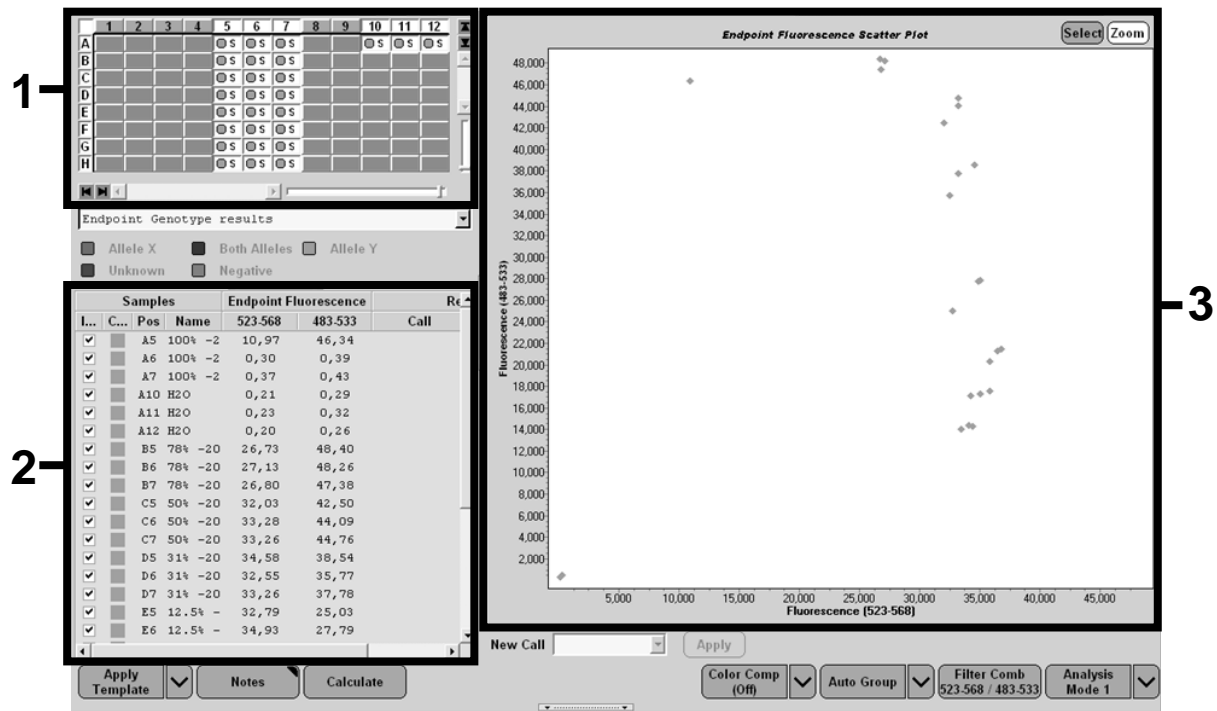

Ilustración 25. Resumen de los datos.
16. La siguiente ventana (ilustración 25) muestra la configuración de la placa (1, parte superior izquierda), los resultados de fluorescencia de cada muestra (2, parte inferior izquierda) y el diagrama de dispersión con la discriminación alélica (3, derecha; fluorescencia FAM y VIC medida en el ciclo número 50 de la PCR).